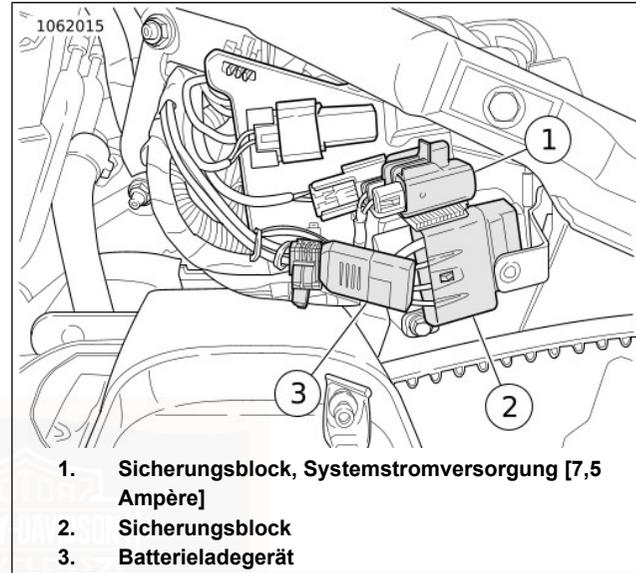
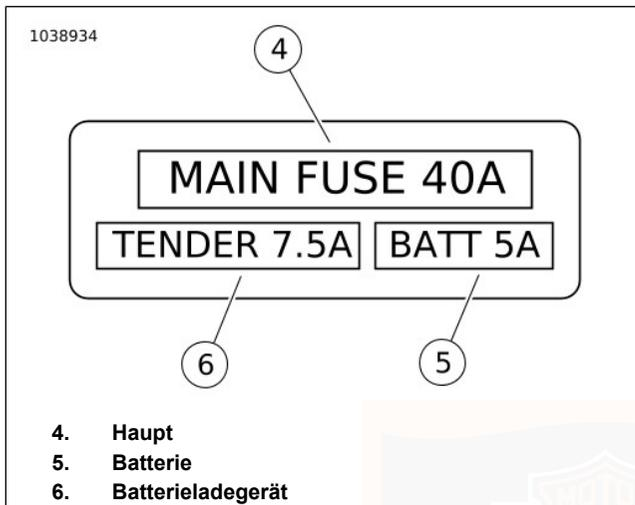

Abbildung 91. Sicherungen
Abbildung 92. Sicherungsblock
3. Siehe Abbildung 91 und Abbildung 92. Sicherungsblock aus der Elektriztafel am Motorrad ausbauen.